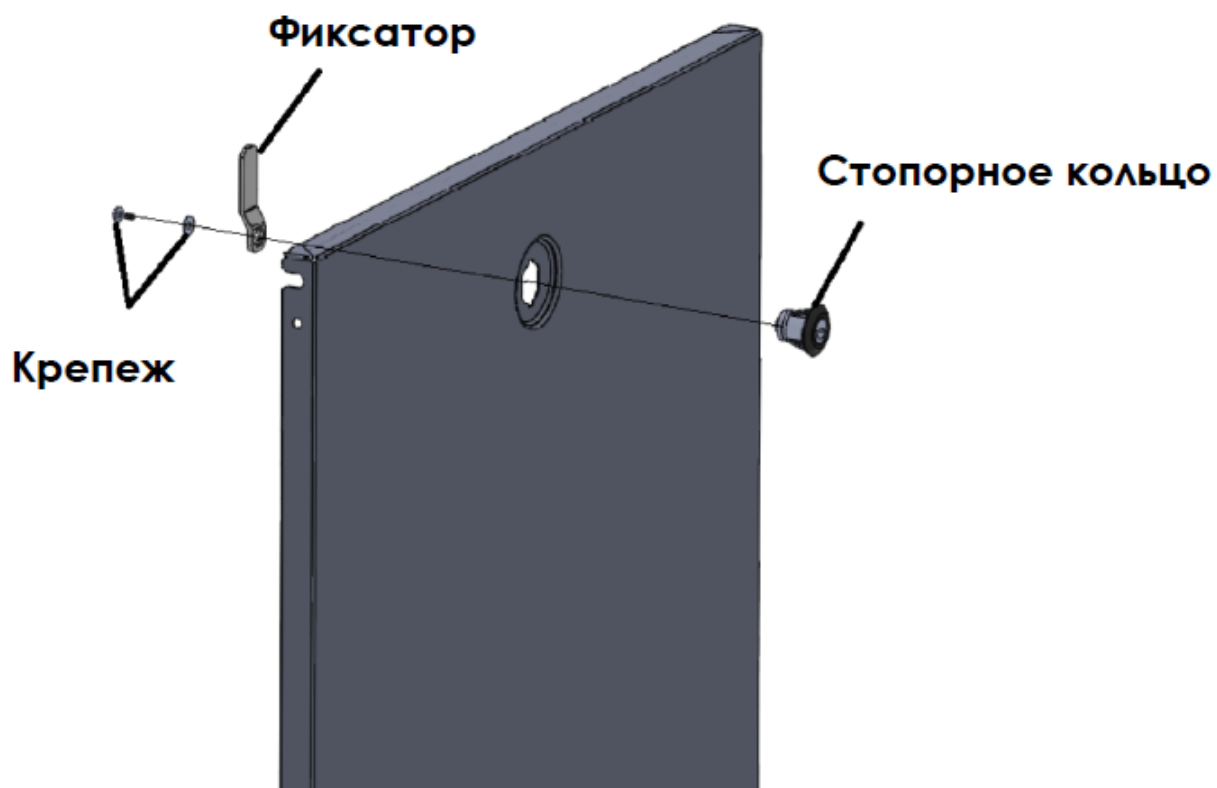

Рисунок 8. Установка боковых панелей.
8. Установите боковые панели и зафиксируйте их (рисунок 8.)